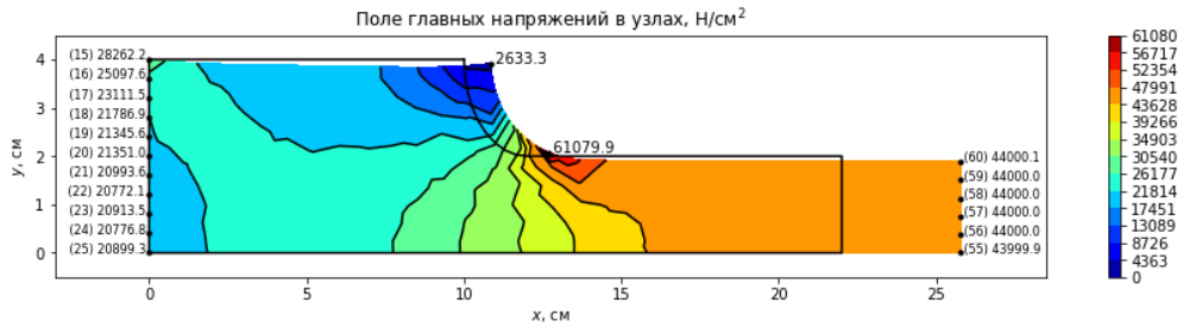

Рис. 2. Контурная карта главных напряжений
- Рисунок 2. Контурная карта главных напряжений.